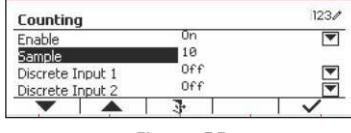

Figure 55
4. Sélectionnez l'élément de la liste et appuyez sur le bouton correspondant à l'icône ✓ pour modifier les paramètres. Après avoir terminé la configuration E/S, appuyez sur le bouton multifonction correspondant à l'icône ➡ pour retourner à l'écran principal des applications. (Voir Figure 55)